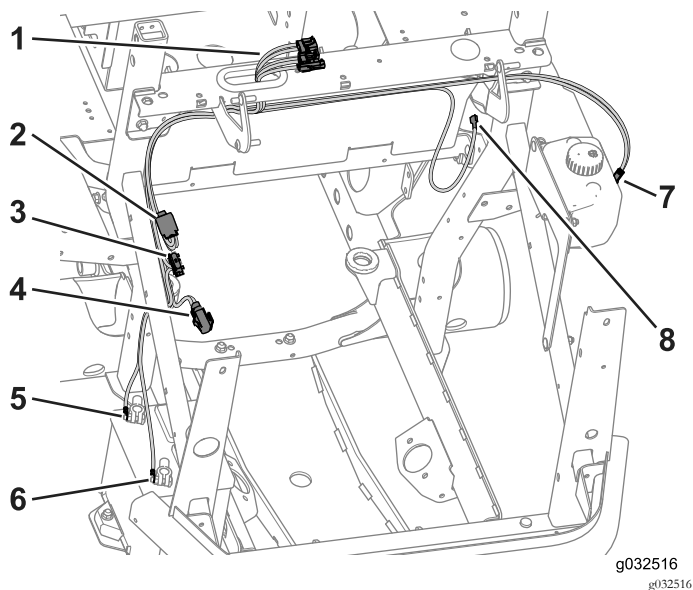

Figure 38
1. Faites passer les 3 connecteurs de la cabine dans le passe-câble (Figure 38).
- Faites passer le câble d'alimentation auxiliaire en travers du support de cadre, faites-le descendre le long du tube du ROPS et vers les commandes d'opérateur (Figure 38).
- Faites passer le câble du lave-glace en travers du support de cadre, faites-le descendre le long du tube du ROPS et vers le réservoir de lave-glace (Figure 38).